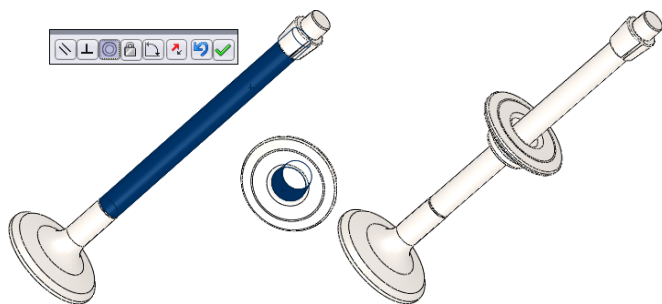

图 16-154 添加同轴心配合
- 14 选择如图 16-154 左图所示的两圆柱面，单击 【同轴心】按钮，单击 【添加/完成配合】按钮，添加同轴心配合，如图 16-154 右图所示。